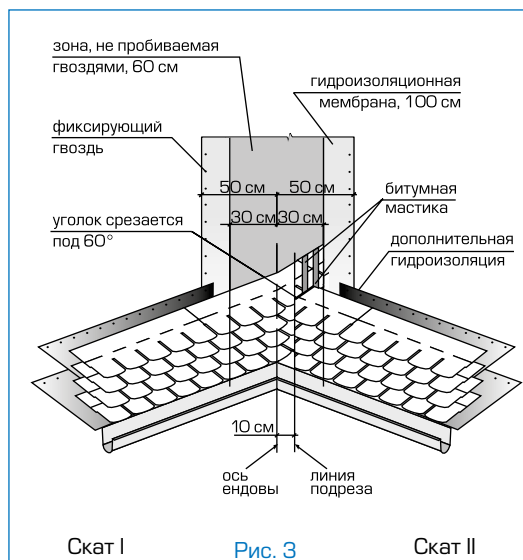

Рис. 3
Ендава (рис. 3)
- на прилегающем скате (II) вдоль оси ендовы на расстоянии 30 см от нее отбивается линия;
- лист, подходящий к ендове со ската II, должен доходить до линии подрезки и обрезаться по ней. Верхний уголок обрезанного края листа подрезается под углом 60° (5 x 3 см – рис. 3);